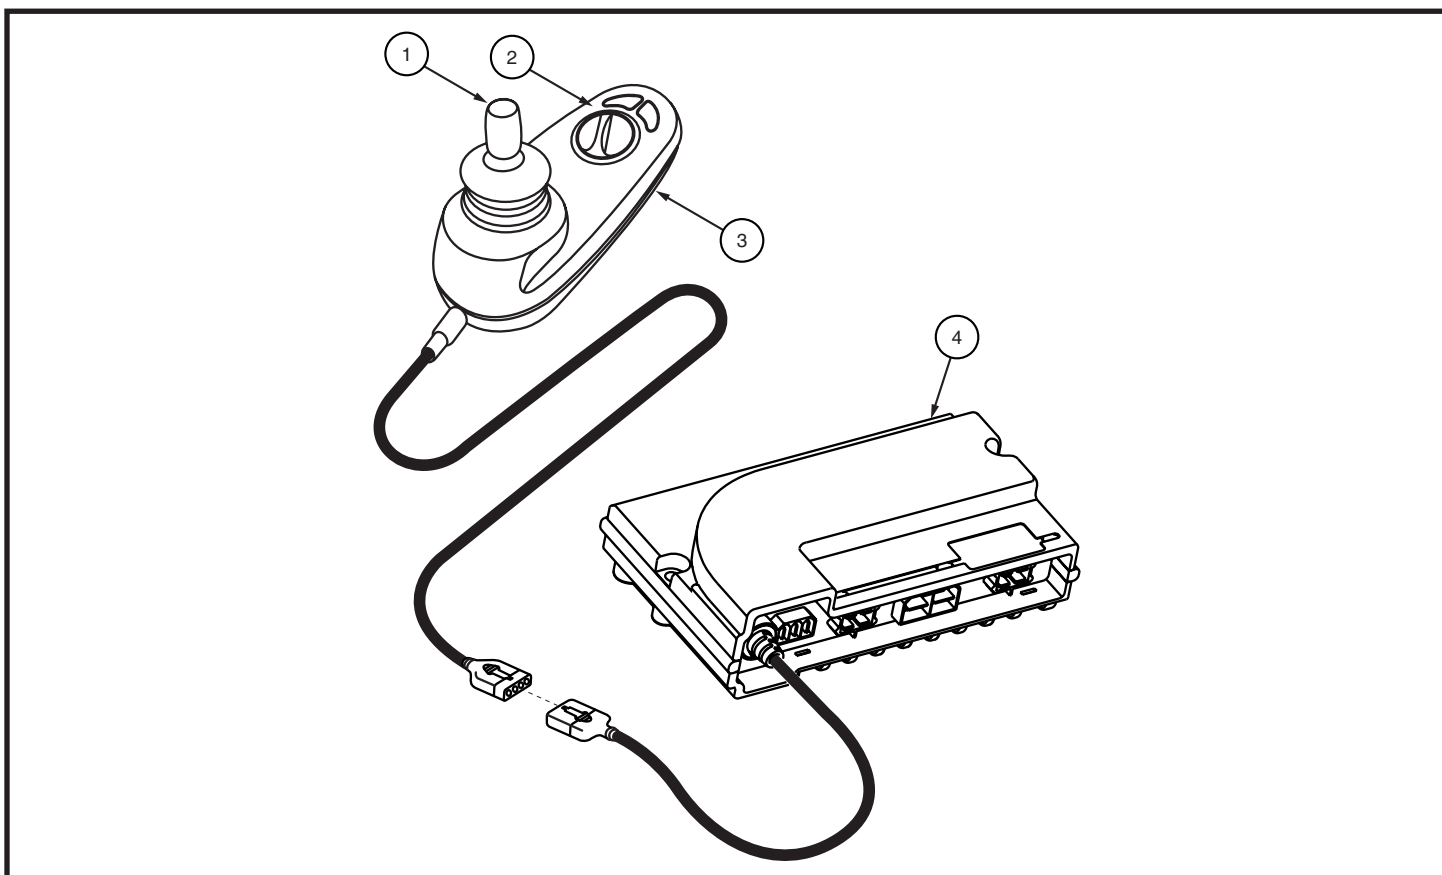

Figure 2. Contrôleur GC
**Le système du contrôleur GC est composé de (voir la figure 2):**